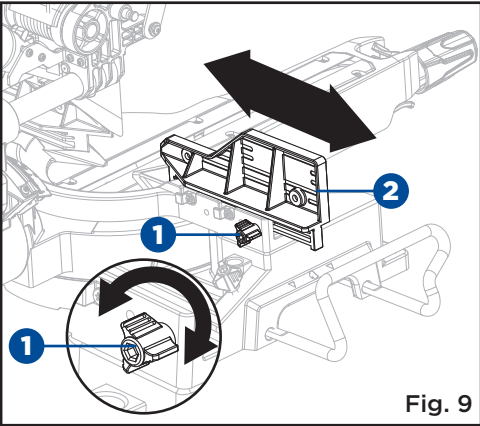

Fig. 9
**RETRAIT ET POSE DU GUIDE COULISSANT (Fig. 9)**
- Desserrez la molette de verrouillage du guide (1) dans le sens antihoraire.
- Faites glisser le guide coulissant (2) vers l'extrémité de la fente et retirez-le de la fente.
- Serrez la molette de verrouillage du guide (1) dans le sens antihoraire.
- Insérez le guide coulissant (2) dans la fente et faites-le glisser jusqu'à la position souhaitée.